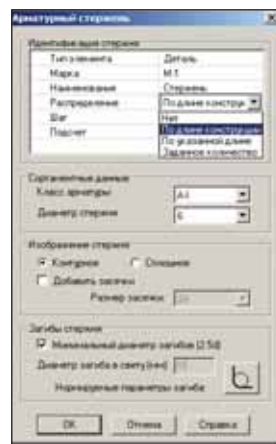

Рис. 17
- **Арматурный стержень** — отрисовка стержней в соответствии с диаметром стержня, с возможностью выбора типа элемента и способа распределения элементов армирования в конструкции (рис. 17);